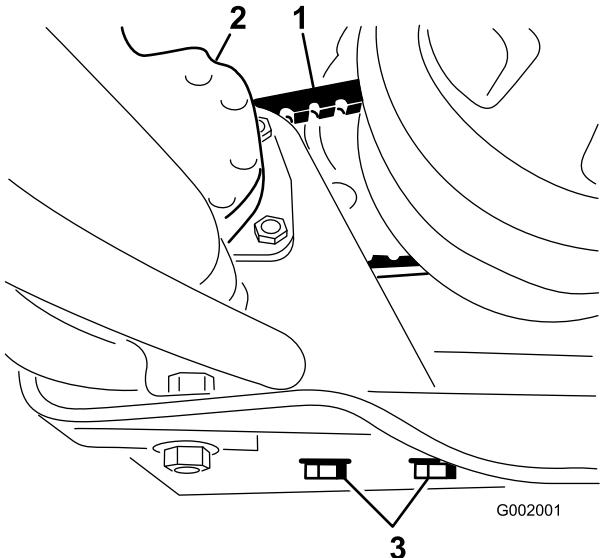

Figura 65
- Desaperte os parafusos de montagem da bomba de direcção (Figura 65).